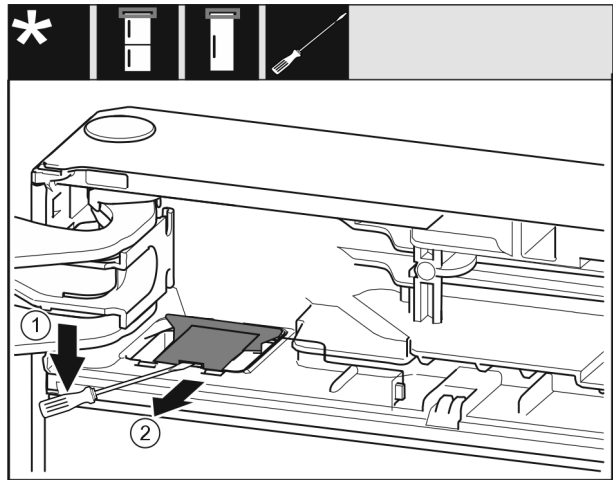

Fig. 10
- ▶ Pattintsa ki a fedelet lapos csavarhúzóval, és emelje fel. Fig. 10 (1)
- ▶ Vegye ki a fedelet. Fig. 10 (2)